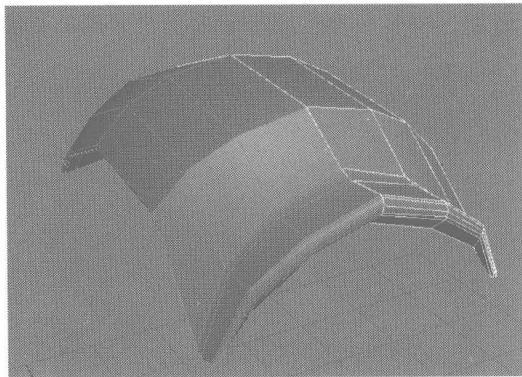

图 3.47
- 14** 在 Perspective 视图中选择如图 3.47 所示的物体，在 Modify 控制面板的堆栈栏下面单击  按钮，取消唯一化，再单击右键，在弹出的快捷菜单中选择 Attach 命令，在视图选择另一半物体并将其合并。